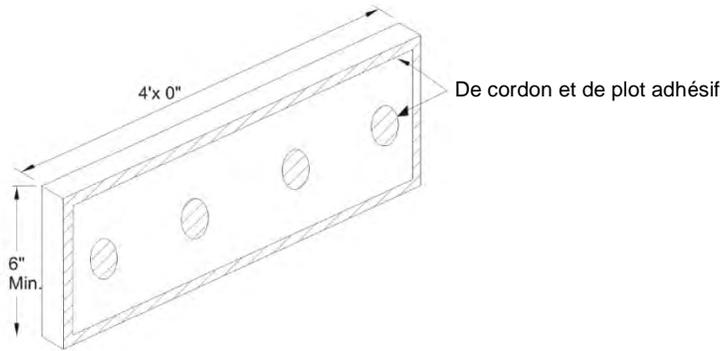

Figure 7
- 8.3.8. Le haut des murs, les seuils de fenêtres continues et autres extrémités de système horizontal sont terminés en utilisant des blocs de fermeture de 152 mm x 305 mm x 1.2 m (6 po x 12 po x 48 po). Ils sont apposés au Backstop NT en utilisant la méthode du cordon et de plot d'adhésif tel que démontré à la figure 7.